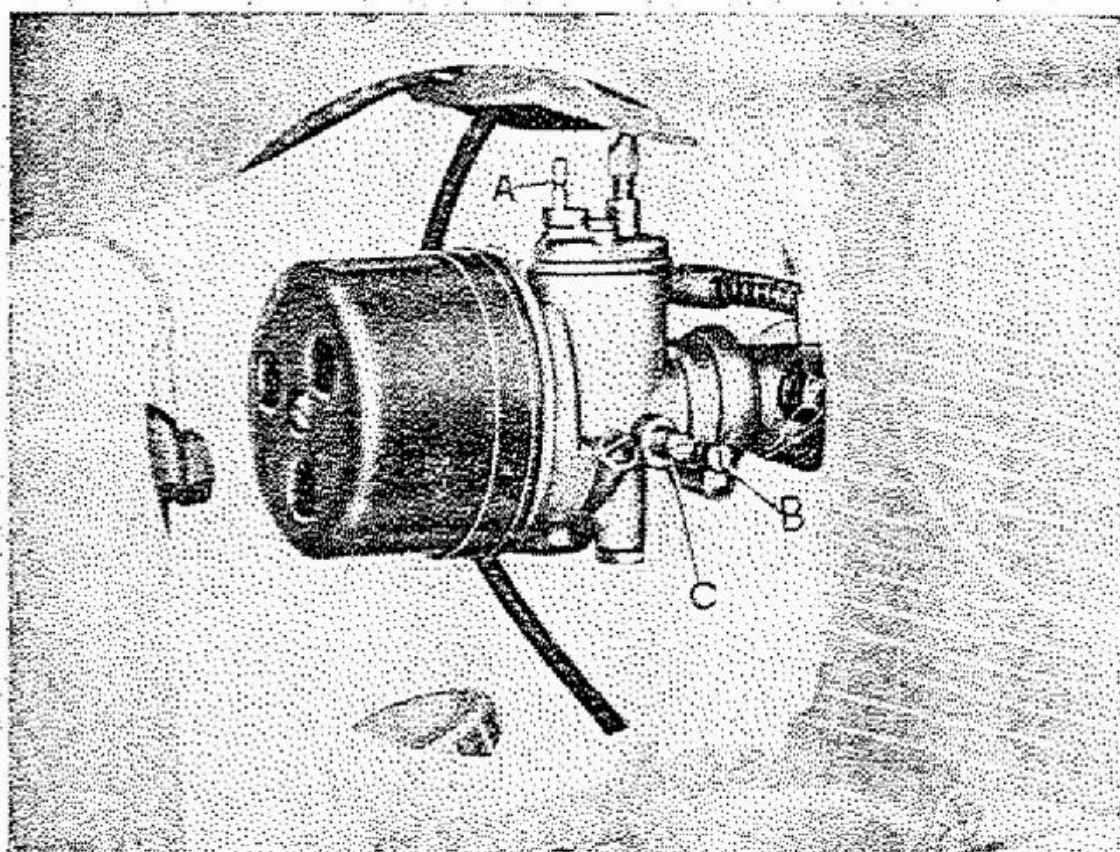

Fig. 11
Comando aria: si chiude premendo sull'astina (A) (fig. 11).
Inserire a fondo la chiavetta sul faro e chiudere l'aria, spingendo in basso il comando A che trovasi sul carburatore (fig. 11). Ruotare la manopola del gas fino a sentire una certa resistenza, senza provocare l'apertura automatica dell'aria. Tornare quindi indietro di un piccolo angolo e premere energicamente con il piede il pedale avviamento.
Si effettua a motore caldo agendo sulle viti C e B (vedi fig. 11) che regolano rispettivamente la posizione della valvola ed il passaggio aria del minimo, sino a trovare la giusta combinazione di miscela in modo da ottenere il minimo desiderato. A questo punto, aprendo lentamente il comando del gas, il motore non deve mancare o spegnersi. In caso contrario stringere leggermente la vite aria del minimo sino a far scomparire detto punto debole. In genere la vite aria del minimo, va aperta da un giro a un giro e mezzo rispetto alla chiusura completa.